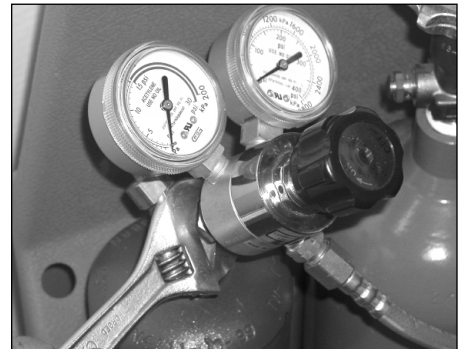

Figura 2 - Conexiones del Regulador
4. Inspeccione cuidadosamente los reguladores para detectar roscas dañadas, suciedad, polvo, grasa, aceite u otras sustancias inflamables. Quite todos los contaminantes con un paño limpio. Todas las conexiones de la manguera de acetileno utilizan roscas hacia la izquierda mientras que las conexiones de oxígeno utilizan roscas hacia la derecha. Conecte los reguladores a las válvulas del cilindro y apriételes con seguridad con una llave (roscas a la derecha) (vea la figura 2).